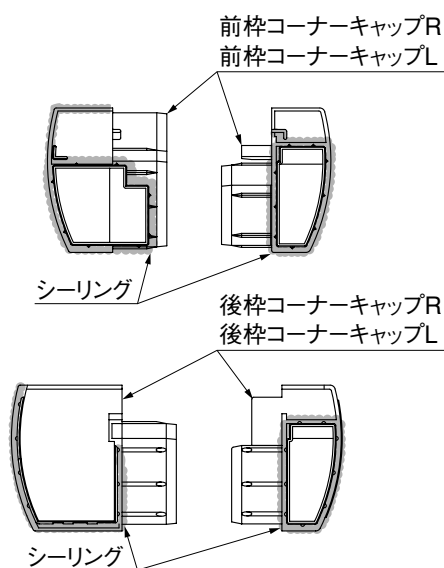
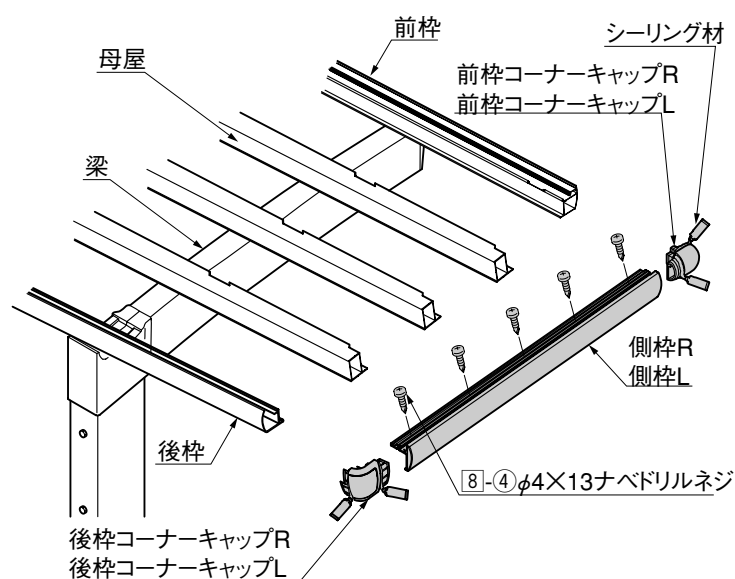
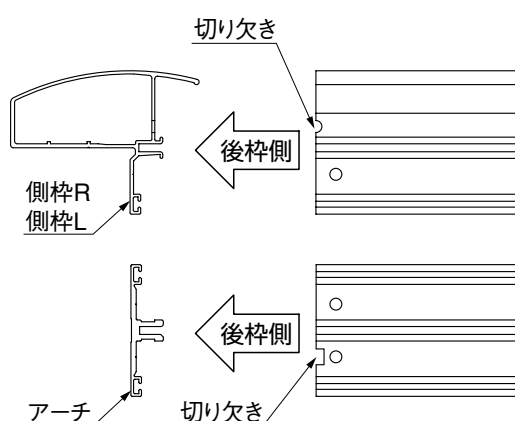
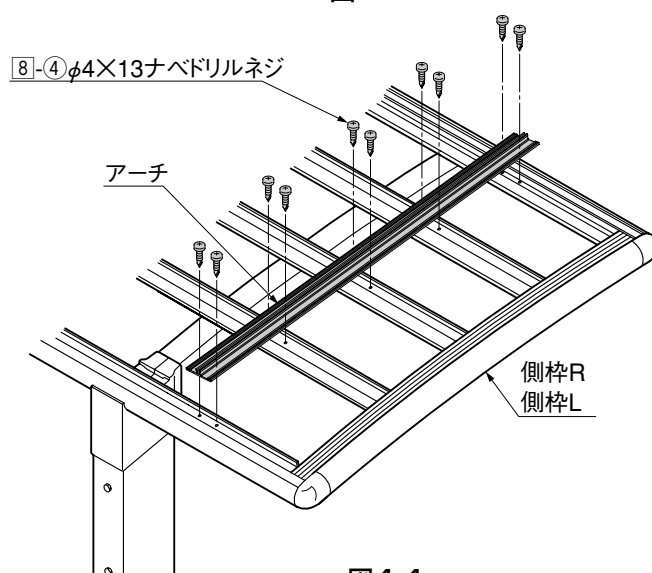

図4-1
図4-2
図4-3
図4-4
- ① 前枠コーナーキャップR・前枠コーナーキャップLおよび後枠コーナーキャップR・後枠コーナーキャップLにシーリング材を充て込んで、側枠R・側枠Lに取付けてください。(図4-1、図4-2参照)
- 側枠R・側枠Lには左右があります。切り欠きが入っている方を後枠側にしてください。(図4-2参照)
- 指定の箇所にシーリングしてください。(図4-1参照)
- ② 前枠・後枠・母屋に側枠R・側枠Lの穴を合わせて、[8]-④で取付けてください。
- ③ アーチの前後を確認して、前枠・後枠・母屋にアーチの穴を合わせて、[8]-④で取付けてください。(図4-3、図4-4参照)
- ④ 屋根枠まわりの対角・水平出しおよび柱の垂直出しをしてください。